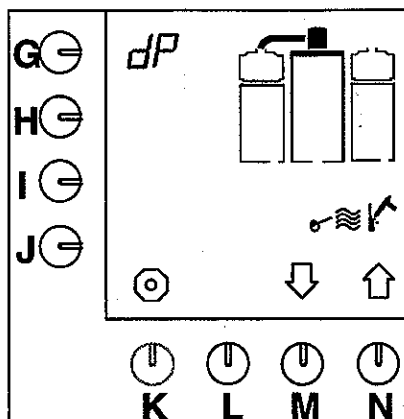

Fig. 15 Start kaffebryggerens afkalkningsprogram
- Afkalkningsprogrammet vises i displayet (fig. 15).
Hold programmeringsknappen (G.) nede, indtil fig. 15 vises i displayet igen.